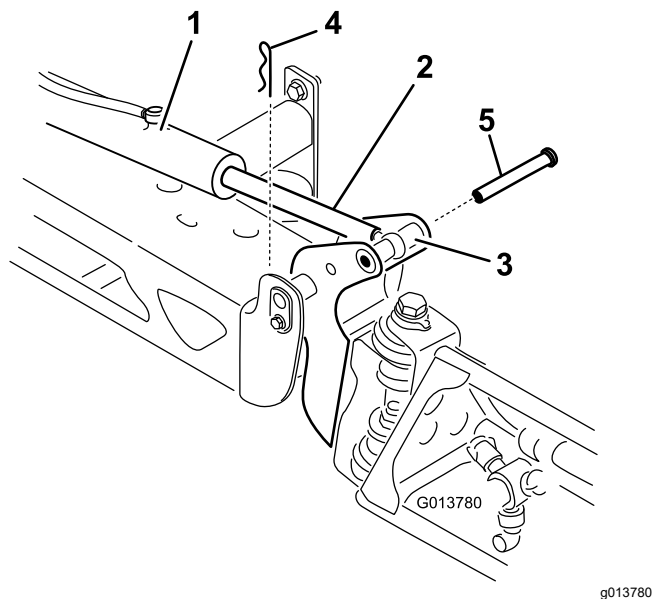

Figura 64
2. Remova o contrapino do pino de articulação (Figura 64).
3. Eleve a lança, remova o pino (Figura 64) e abaixe a lança lentamente até o solo.
9. Enquanto segura a lança, insira o pino através da articulação da lança e da haste do atuador (Figura 64).